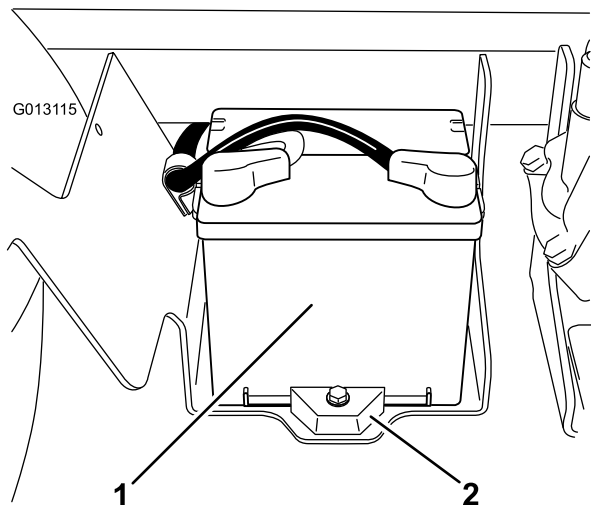

Figura 55
2. La batteria è posizionata sul lato destro della macchina, dietro la pompa (Figura 55).
5. Togliete la cinghia della batteria e i dispositivi di fermo (Figura 55).
2. Montate la cinghia della batteria e fissatela con i dispositivi di fermo tolti in precedenza (Figura 55).
4. Montate il coperchio della batteria e fissatelo con le due manopole (Figura 55).
1. Allentate le manopole ai lati della cassetta della batteria e togliete il coperchio della batteria (Figura 55).